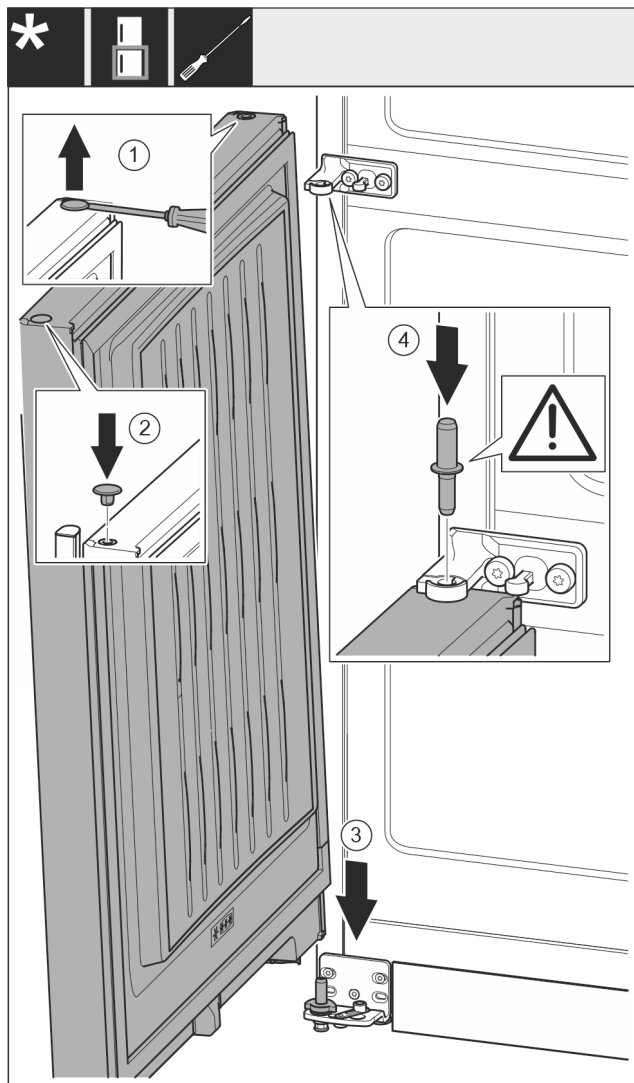

Fig. 20
- ▶ С плоска отвертка внимателно повдигнете тапата Fig. 20 (1) и я извадете.
- ▶ Отново поставете тапата Fig. 20 (2) от другата страна на вратата.
- ▶ Поставете вратата Fig. 20 (3) отгоре върху долния лагерен болт.
- ▶ Поставете лагерния болт среда Fig. 20 (4) през лагерната стойка среда в долната врата. При това обърнете внимание на това, фиксиращата гърбица да сочи назад.